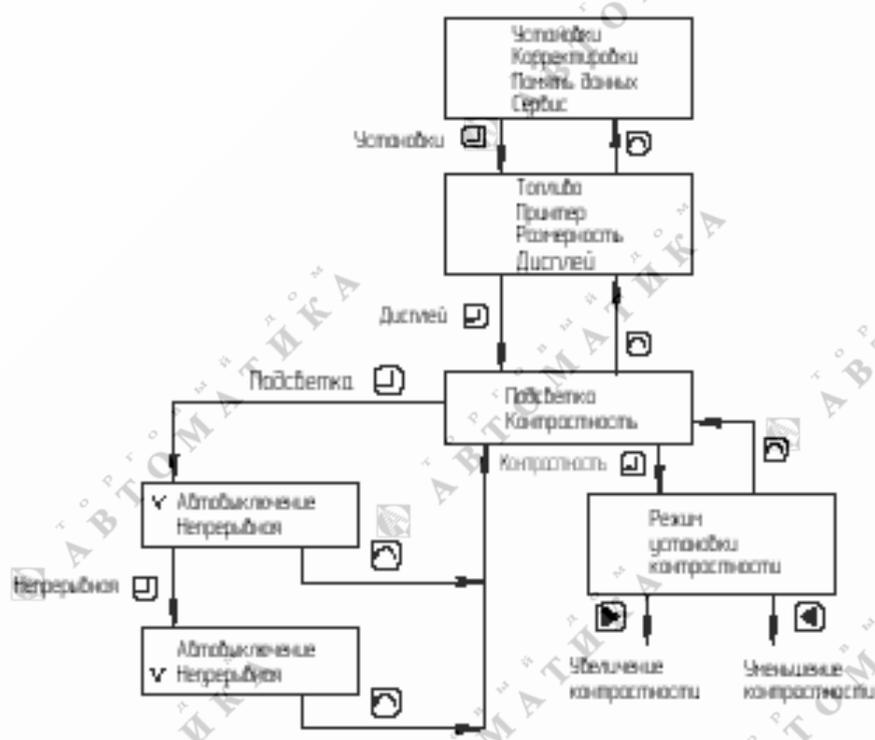

Рисунок 2.10 Установка контрастности и режима отключения подсветки
2.4.4.1 Для установки требуемой контрастности ЖКИ необходимо выбрать пункт меню «УСТАНОВКИ→ДИСПЛЕЙ→КОНТРАСТНОСТЬ» (рисунок 2.10).
«☀» (рисунок 2.10). При выборе режима «Автоотключение» включенная подсветка автоматически отключается через 3 мин (или раньше при нажатии кнопки «☀»).